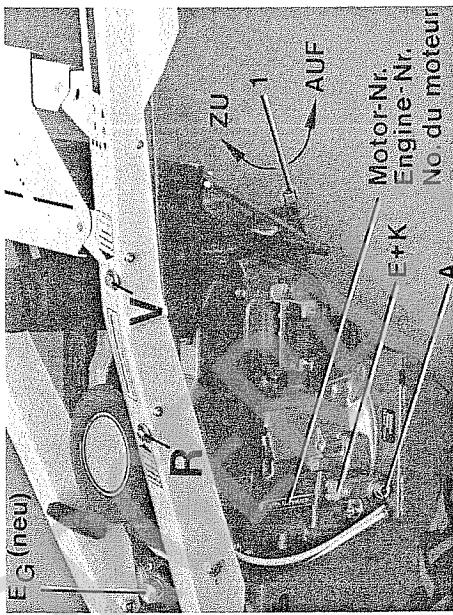

Abb. 4/E
Der Getriebeöl-Einfüllstopfen (EG Abb. 4/E) wurde nach oben zwischen Motor und Verkleidungshaube verlegt.
3. Sechskantschraube (V Abb. 4/E) bei Vorwärts und (R Abb. 4/E) bei Rückwärtseinstellung im Uhrzeigersinn drehen bis sich die Maschine bewegt. Dann Sechskantschraube 1,5 Umdrehungen zurück drehen.